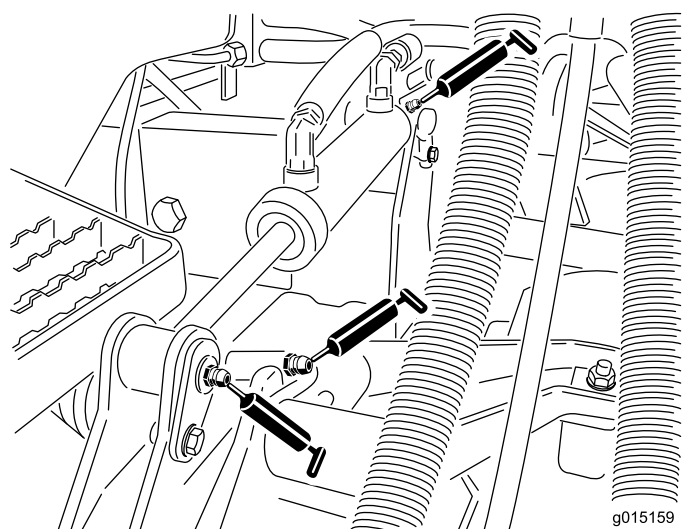

図 52
- ・ 昇降アームのブッシュ (カッティングユニット 1 台に 1 ヶ所) (図 52)
- ・ 昇降シリンダのブッシュ (カッティングユニット 1 台に 2 ヶ所) (図 52)